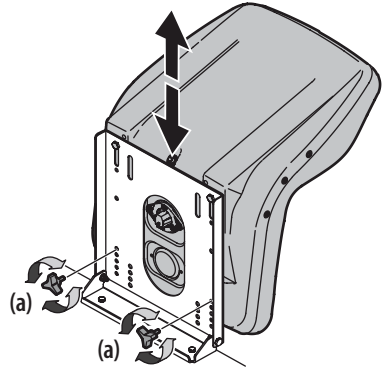

Figura 17
1. Extraiga las perillas (a). Consulte la Figura 17.
3. Vuelva a colocar las perillas en uno de los cuatro ajustes de los orificios y ajuste bien. Consulte la Figura 17.